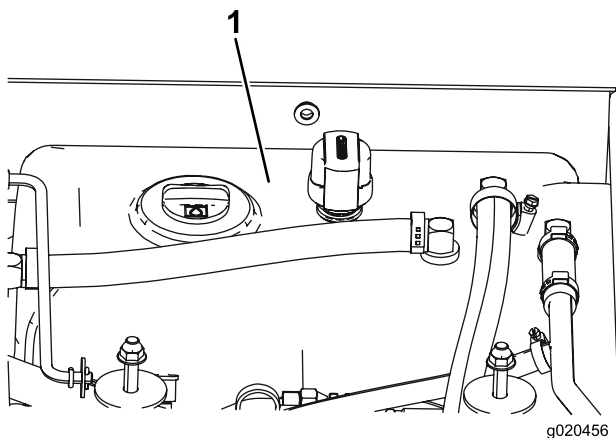

Figura 72
3. Llene el depósito (Figura 72) con aceite hidráulico; consulte Comprobación del aceite hidráulico.